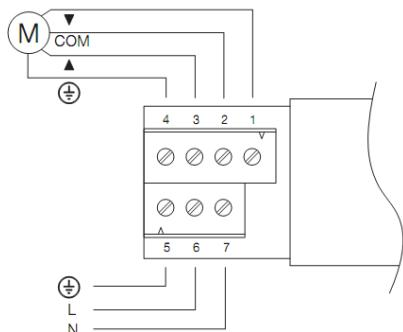

Рис. 4.
5. Подключите кабели к клеммам, как показано на рис. 8, в соответствии со схемой на рис. 4 и соблюдая указания пункта 2.1.
Подключение блока управления к сети электропитания осуществляется через клеммы 5-6-7 (заземление, фаза, нулевой) как показано на **рис. 4.**